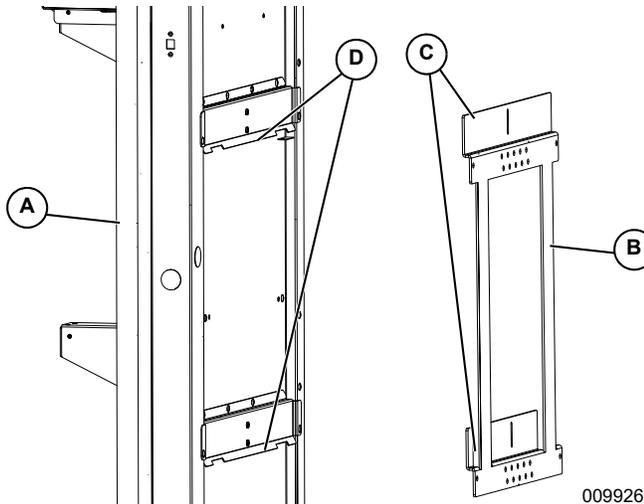

Figure 4-7. Support de fixation (1 de 2)
1. Voir **Figure 4-7**. Soulever le châssis (A) au niveau du support (B). En tenant le châssis fermement contre le mur, l'abaisser sur le support. Vérifier que les pattes (C) du support s'engagent dans les logements (D) du châssis.